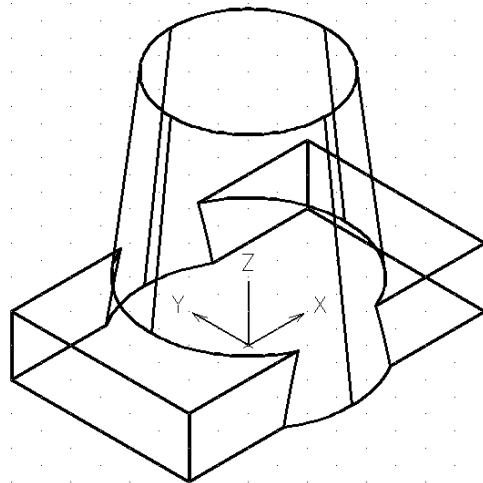

Рис.8
**Объединяем усеченный конус и параллелепипед (рис.8).**